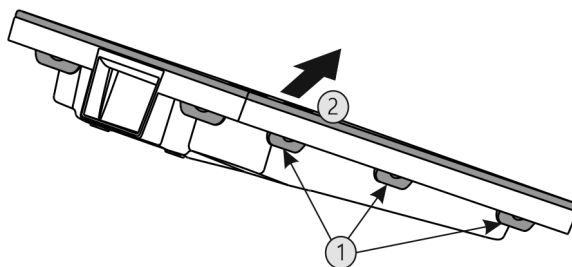

Fig. 44
- Nyomja le egymás után az összes fület Fig. 44 (1), és vegye le a fedelet Fig. 44 (2).